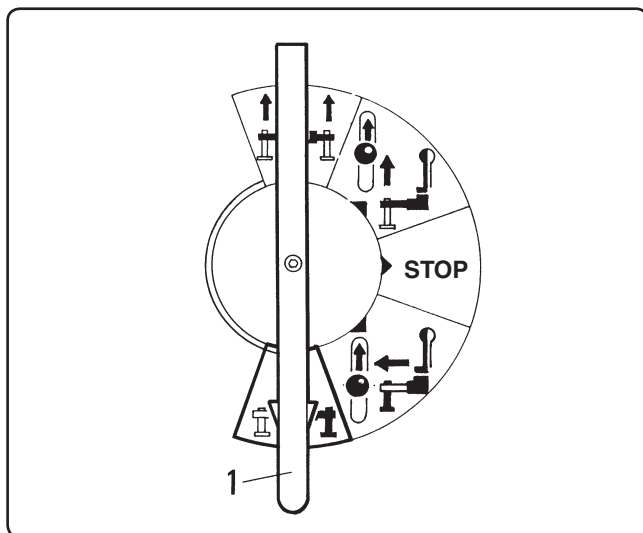

Fig. 6.7.10
- Premere e ruotare la leva "1" in posizione verticale come rappresentato in fig. 6.7.10. Spostarsi quindi dal lato opposto della gru e ripetere le stesse manovre descritte precedentemente agendo sulla leva "1" del deviatore e sulla leva "2" del doppio comando per ottenere da questo lato la completa stabilizzazione.
- *Press and turn lever "1, to vertical position ton indicated in fig. 6.7.10.*